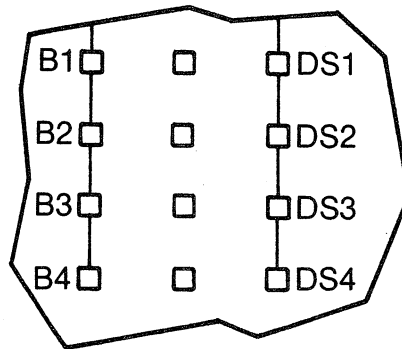

FIGURE 3-7. DRIVE SELECT TERMINAL POSTS
1. Remove any jumper plugs installed at DS1, DS2, DS3, DS4, B1, B2, B3, and B4 terminals. See Figure 3-7.